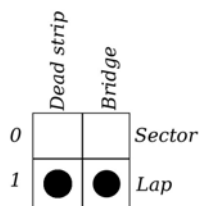

Figura 36: combinación no permitida.
La figura 36 muestra la última combinación posible de los *switch* para impostar los sensores. En particular, el significado del ajuste mostrado en la figura, indicaría a la *Track Interface* de considerar ambos, el puente DS y el corte de pista como sensores de final de vuelta, pero ésto no es posible. Ésta combinación incorrecta es indicada por la *Track Interface* haciendo parpadear los led (3) y (4) hasta que el usuario no cambia el ajuste. Además, durante ésta situación, la *Track Interface* no realiza ninguna función.